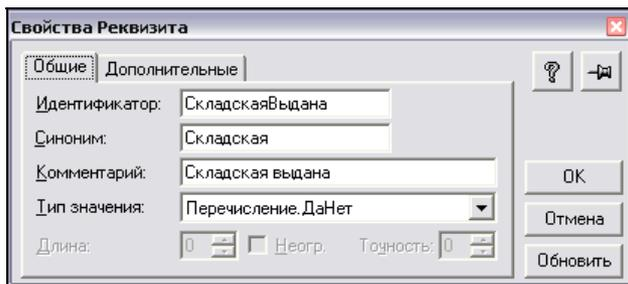

Рис. 5.48. Создаем новый реквизит шапки для документа
8. В поле **Реквизиты шапки** кнопкой **Новый** помещаем новый реквизит, свойства которого показаны на рис. 5.48.